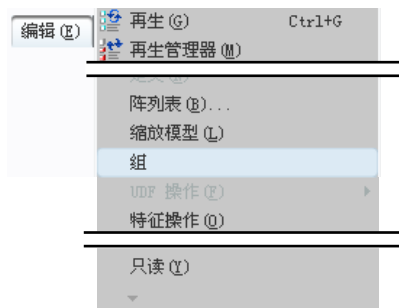

图 5.24.3 下拉菜单
Step3. 选择下拉菜单 **编辑(E)** → **组** 命令 (图 5.24.3)，此时拉伸 2、倒圆角 1 和倒角 1 的特征合并为 **组LOCAL_GROUP** (图 5.24.2b)，至此完成组的创建。